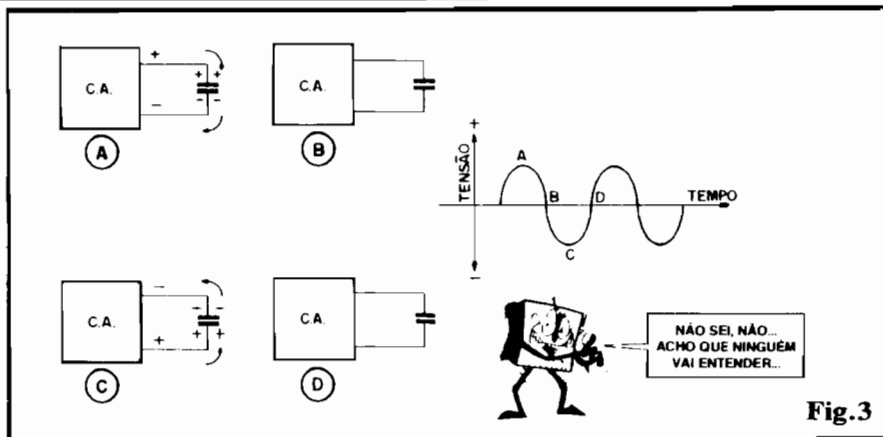

Fig.3
- **FIG. 3** - O diagrama mostra, em 4 "momentos" fotografados a intervalos regulares, um Capacitor acoplado aos terminais de uma fonte de C.A., juntamente com um gráfico das Tensões, na representação da "forma de onda" (Tensão/Tempo), com cada um desses "instantes" nitidamente demarcado... Em 3-A o terminal "de cima" da fonte está positivo, o mesmo ocorrendo com a placa superior do Capacitor. A "carga" ocorre, com o sentido da Corrente indicado pelas setinhas... Em 3-B, durante um brevíssimo instante, a Tensão nos terminais da fonte será "zero"... Em seguida, no instante 3-C, a polaridade nos terminais da dita fonte "retorna", porém invertida, com o que o fluxo das Correntes também se inverte, promovendo a "descarga" do Capacitor... Segue-se o instante 3-D, quando novamente a Tensão nos terminais da fonte passa por um "momento zero"... Em seguida, tudo recomeça, como em 3-A, e assim a "coisa vai"... Observem, então, que graças às periódicas cargas/descargas do Capacitor, a Corrente na realidade **flui**, "anda" pelo circuito (apenas